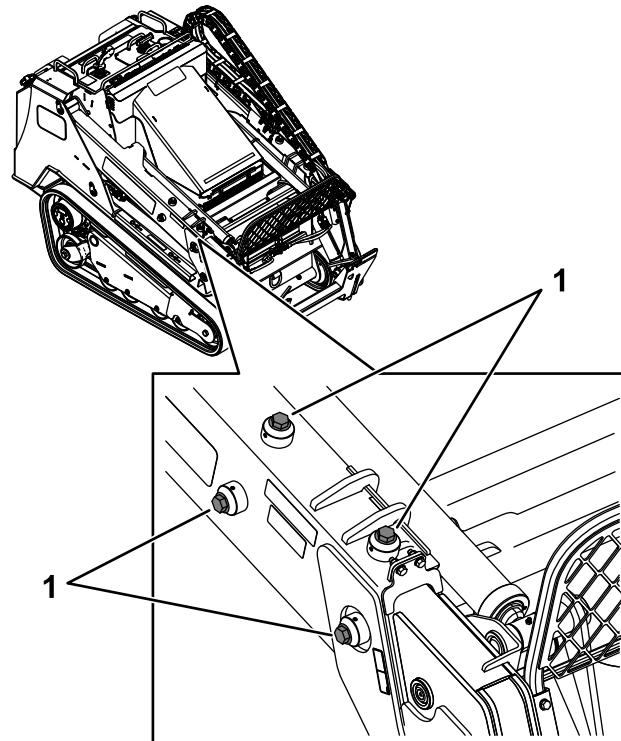

Figure 79
3. Sur chaque bras de la chargeuse, desserrez la vis de maintien sur les 4 vis de réglage (Figure 79).